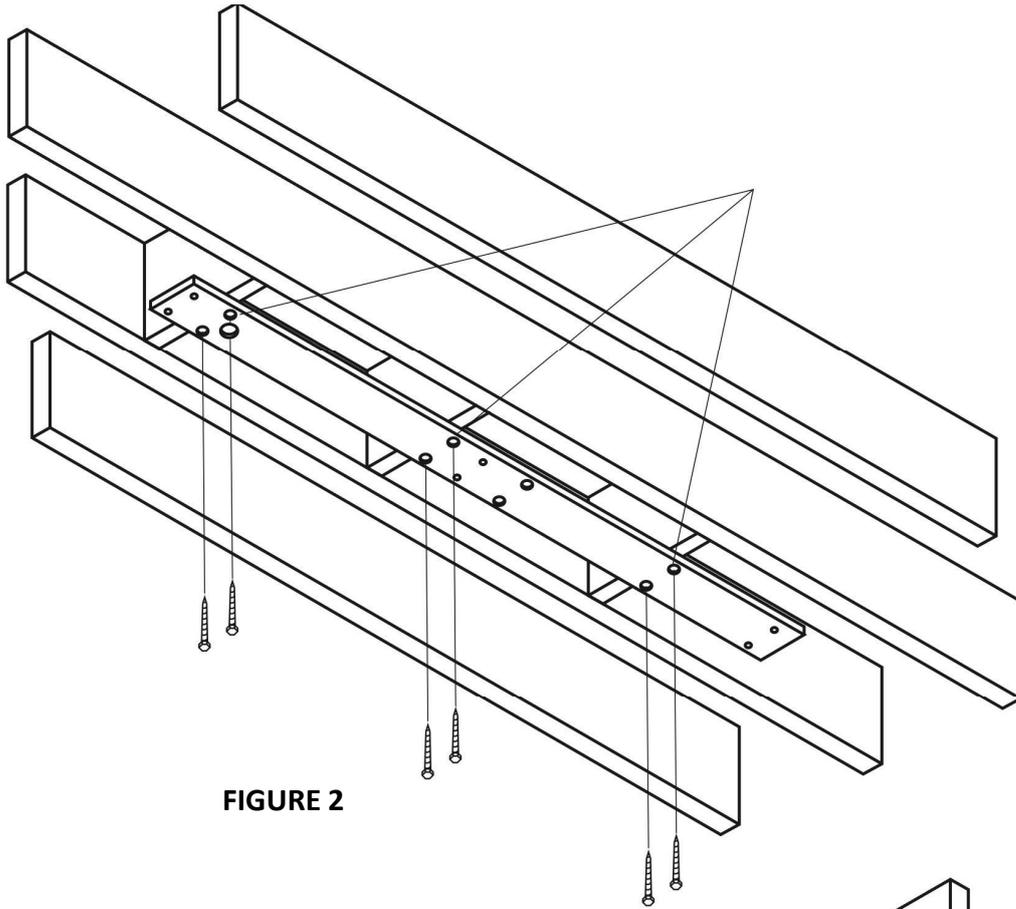

FIGURE 2
B) Sur un plafond conventionnel doté de **solives parallèles** à l'éclairage, les blocs en croix doivent être installés en trois endroits afin de permettre le montage à l'aide d'**au moins 6** (M8 x 76 mm) tire-fonds. (voir FIGURE 2.)